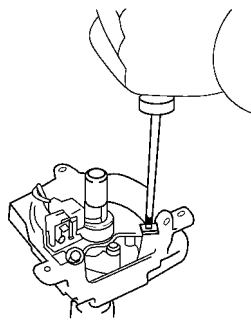

图 5-41 拆下断路器板和信号发生器部件
(9) 拆下断路器板和信号发生器(感应线圈)部件。拆下两个螺钉和两个垫圈, 拉出断路器板和信号发生器(感应线圈)部件, 如图 5-41 所示。